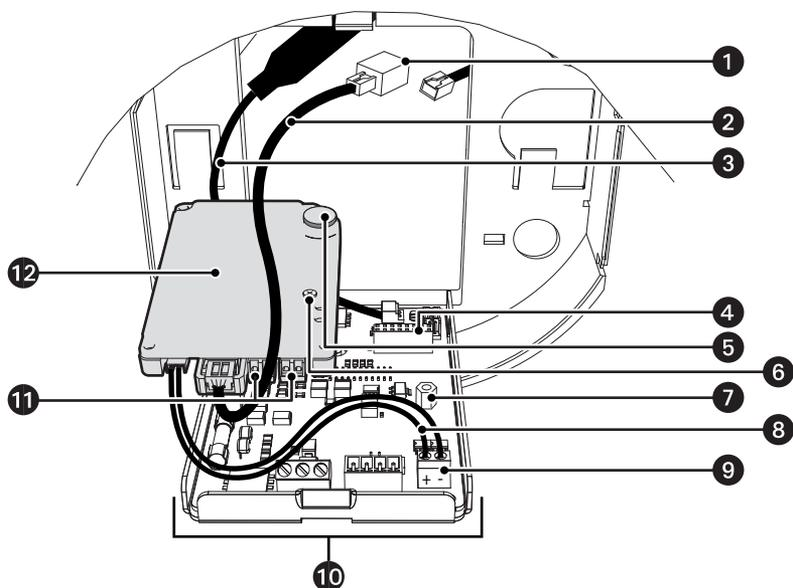

Figura 8. Remoção da TXB-IP
2. Remova a TXB-IP da placa de circuito da back box (consulte a figura 8):